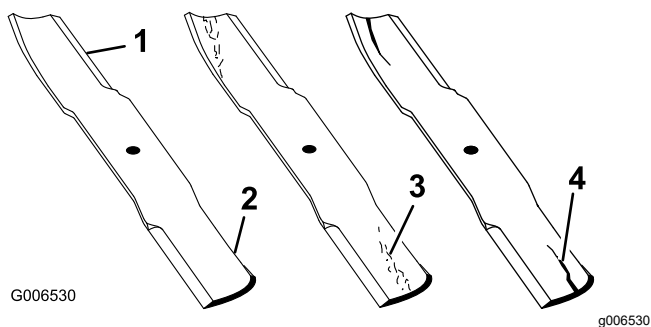

Figura 60
1. Inspectați marginile de tăiere (Figura 60).
4. Dacă observați orice crăpături, urme de uzură sau formarea unei fante în această zonă, instalați imediat o lamă nouă (Figura 60).